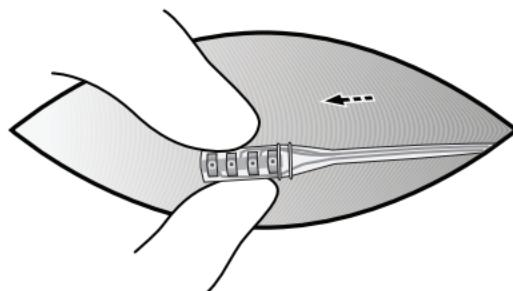

Abbildung 19. Herausziehen der perkutanen Verlängerung und Konnektorschutzkappe
8. Ziehen Sie die perkutane Verlängerung und die Konnektorschutzkappe aus der Inzision heraus und entsorgen Sie die Schutzkappe (siehe Abbildung 19).